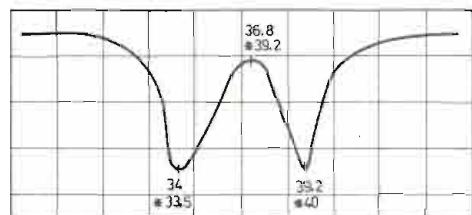

Fig. 7 2173 A
- De doorlaatkromme, die nu op de oscillograaf zichtbaar wordt, moet er uitzien zoals in fig. 7 is getekend.